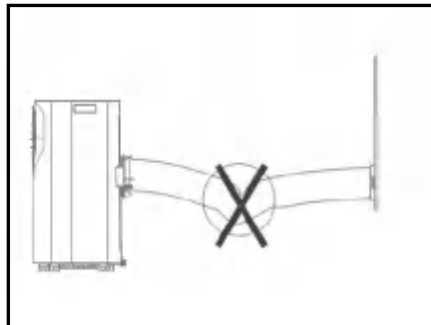

Abb.9
- Vermeiden Sie ein scharfes Abknicken des Schlauches. (Abb.9)